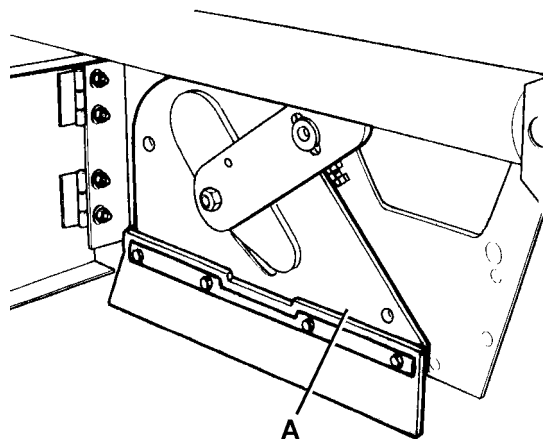
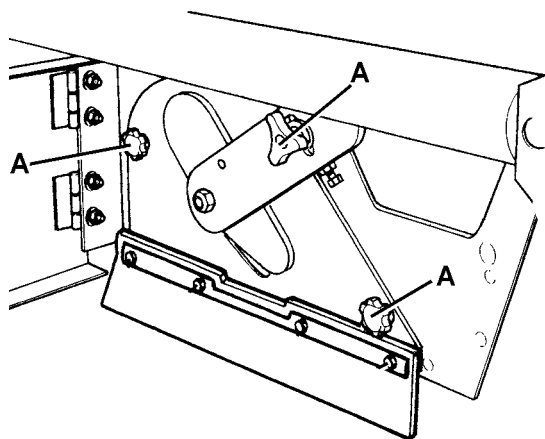

Figure 6
Figure 5
1. Porter la machine sur un sol plat et activer le frein de stationnement à l'aide de la pédale (84) et du levier (76).
2. Tourner la clé de contact (69) sur "0", puis l'enlever.
3. Dégager le dispositif de retenue (8) et ouvrir le portillon droit (7).
4. Dévisser et enlever les pommeaux (A, Fig. 5).
5. Enlever le couvercle (A, Fig. 6) du logement du balai central.
10. Installer le couvercle (A, Fig. 6) du logement du balai central et visser les pommeaux (A, Fig. 5).
11. Fermer le portillon droit (7) et engager le dispositif de retenue (8).